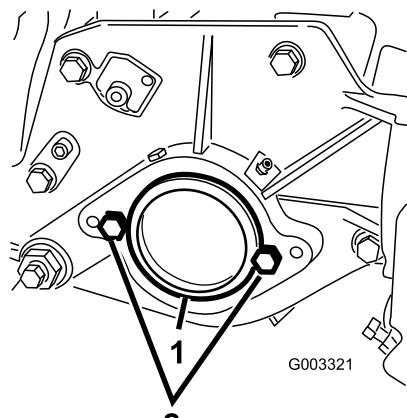

Bild 7
5. Schrauben Sie die zwei Befestigungsschrauben für den Spindelmotor lose an der linken Seitenplatte des Mähwerks fest (Bild 7).